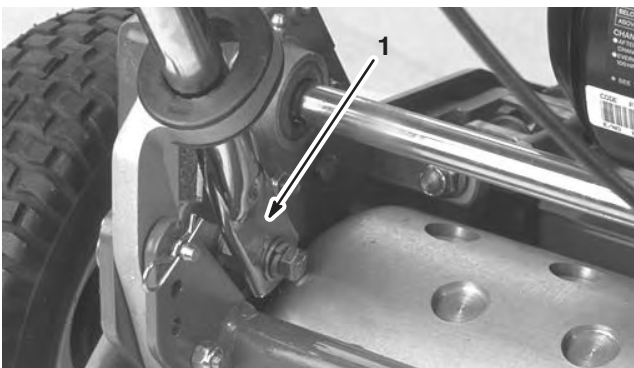

Bild 2
5. Drücken Sie die Griffenden nach innen und bauen Sie sie in die Befestigungsstifte ein (Bild 2).
6. Befestigen Sie die Griffenden mit den vorher entfernten Kopfschrauben, den Unterlegscheiben und den Sicherheitsscheiben an den Befestigungsstiften (Bild 2).
7. Befestigen Sie die untere Seite der Griffarme an jeder Seite am Rasenmäher. Verwenden Sie die vorher abgenommenen Kopfschrauben und Sicherungsmuttern (Bild 2). Vergessen Sie nicht, die Büchsen in den Befestigungsöffnungen für den Griffarm einzubauen.
8. Befestigen Sie die Griffarme hinten am Rahmen. Verwenden Sie die vorher ausgebauten Splints und Ringstifte (Bild 2).